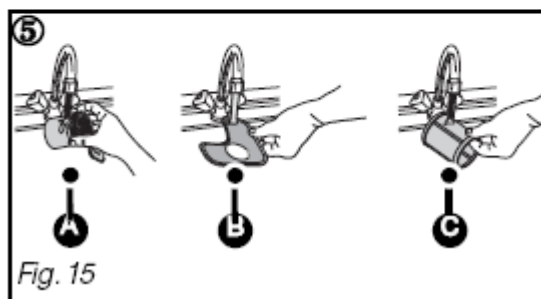

Fig. 15
② Desapertar de um quarto de volta o filtro de resíduos e de seguida retirá-lo A.
③ Tirar o filtro principal B.
④ Tirar o crivo micro filtro C.
⑤ Passar cuidadosamente os filtros A, B e C por água da torneira. (fig. 15)